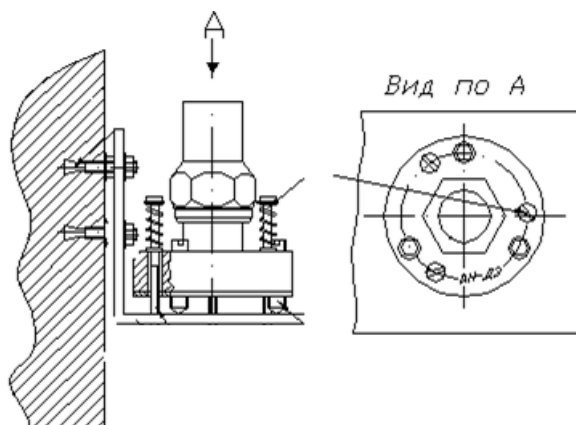

Рис. 3- Установка измерителя на объекте
2.1.3 Установить измеритель на горизонтальной поверхности платформы (см. рис.3).